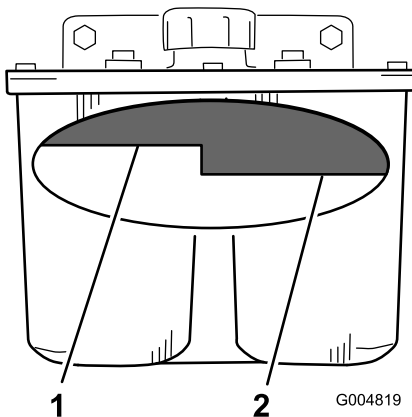

Figure 91
4. Nettoyez la surface autour du goulot de remplissage du réservoir hydraulique (Figure 91).
5. Enlevez le bouchon du goulot de remplissage et vérifiez si le réservoir contient du liquide (Figure 91).
**Remarque:** Lorsque l'huile est chaude, le niveau de liquide doit atteindre le haut du repère « à chaud » sur le déflecteur (Figure 91).